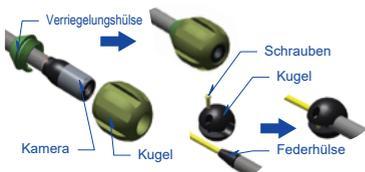

Abbildung 15 - Führungskugel
- 1) die Führungskugel gem. Abbildung 15